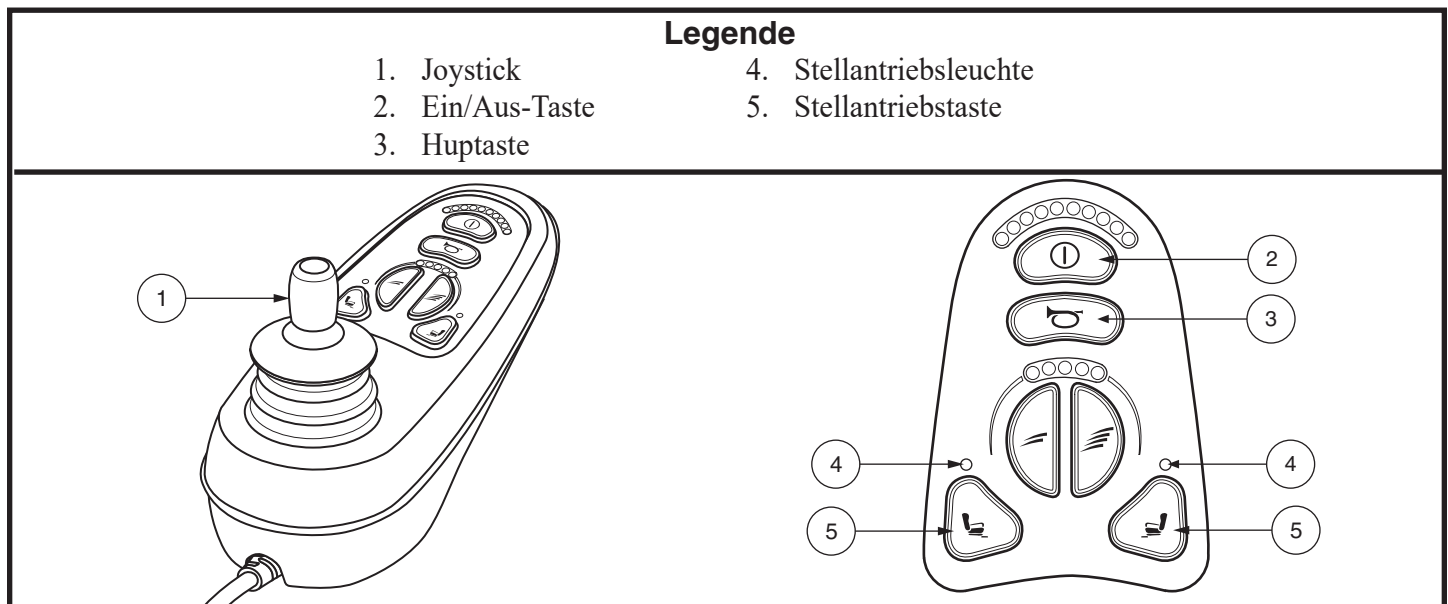

Bild 11. VR2 6-Tasten-Steuerung und Tastenfeld
1. Drücken Sie die Ein/Aus-Taste, um den Rollstuhl und die Steuerung einzuschalten. **Siehe Bild 11.**
2. Drücken Sie die gewünschte Stellantriebstaste, um den Stellantriebsmodus einzustellen. **Siehe Bild 11.**
5. Drücken Sie die Ein/Aus-Taste, um in den Fahrmodus zurückzukehren. **Siehe Bild 11.**